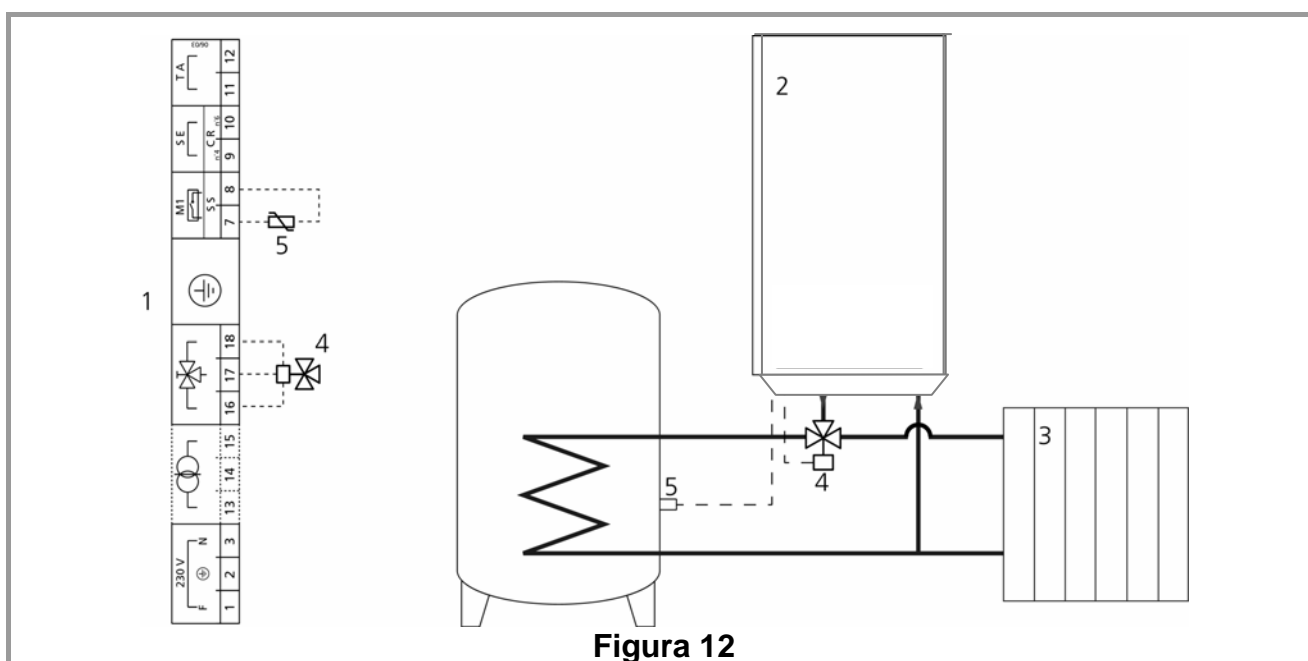

Figura 12
- realizzare il circuito idraulico rappresentato in Figura 12